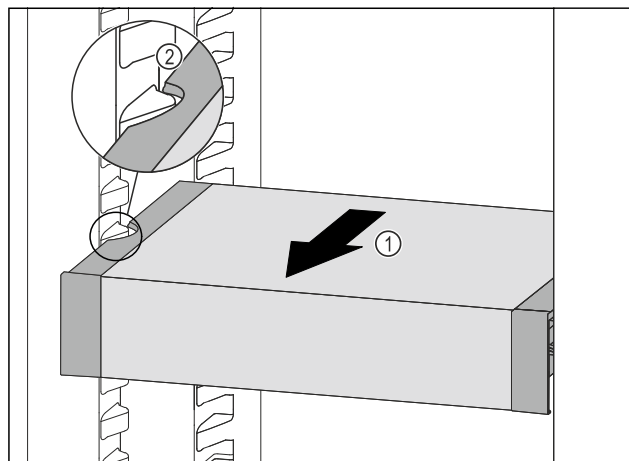

Fig. 126
- Predal VarioSafe povlecite naprej Fig. 126 (1), dokler nista stranska izreza predala VarioSafe na višini nastavka za posodo v hladilniku. Fig. 126 (2)